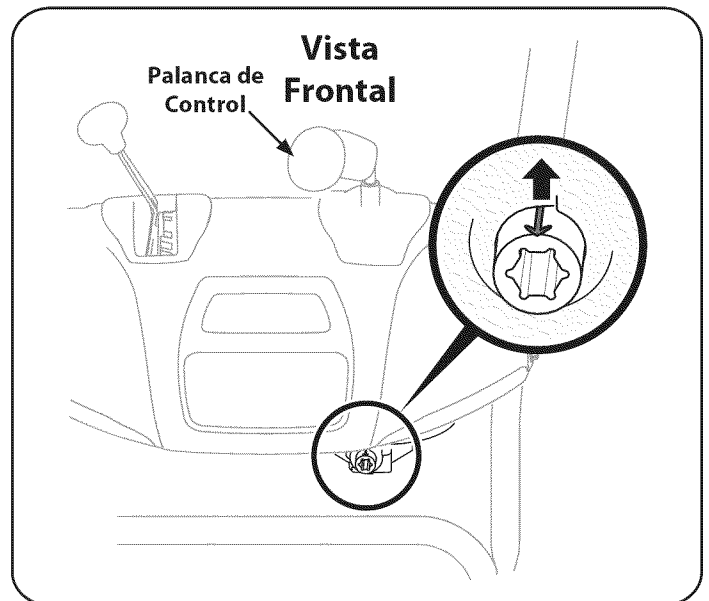

Figura 6
6. Gire la palanca de control a una posición tan que la flecha indicadora plateada en el engranaje del piñón por debajo del panel de control señale hacia arriba. Vea la figura 6.